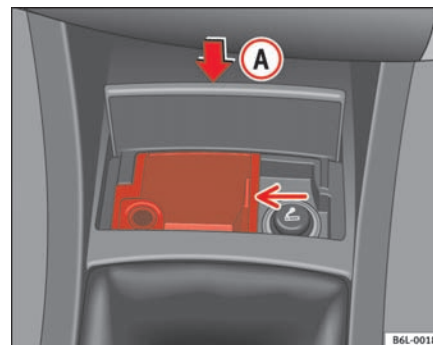

Fig. 81
- Tryk på den nederste del af dækslet på askebægerindsatsen (A) ⇒ fig. 81. Askebægret åbner automatisk ved hjælp af en fjeder.